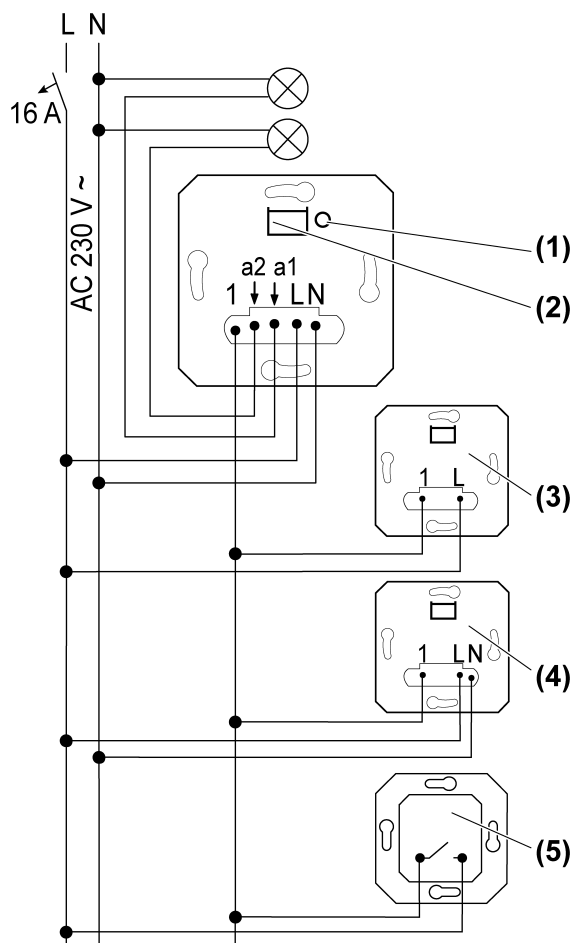
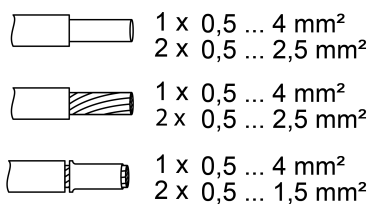

рисунок 1: Схема подключения с дополнительными подчиненными узлами локальной сети
рисунок 2: Сечение провода под клемму
- Подключите вставку для переключения согласно схеме подключения (рисунок 1). При этом необходимо соблюдать необходимое сечение провода под клемму (рисунок 2).
- i** Нагрузку на оба выхода можно переключать путем кратковременного нажатия кнопки **TEST** (1) (состояния переключения: **a1** вкл. **a2** выкл., **a1** выкл. **a2** вкл., **a1** и **a2** вкл., **a1** и **a2** выкл.).